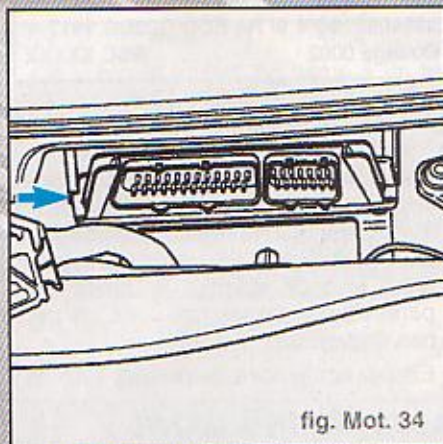

fig. Mot. 34
- pousser l'appareil de commande vers la droite et l'extraire (fig. Mot. 34)